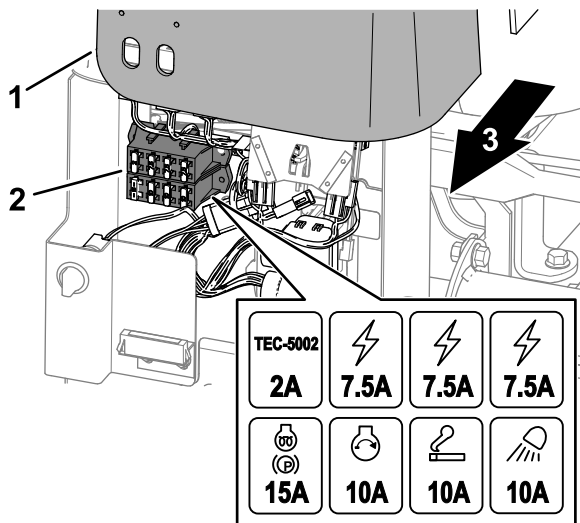

図 70
1. コントロールアームからカバーを外す 図 70。
4. コントロールアームにカバーを取り付ける 図 70。
2. ヒューズホルダーまたはヒューズブロックを点検して切れているヒューズを探し出す 図 70。